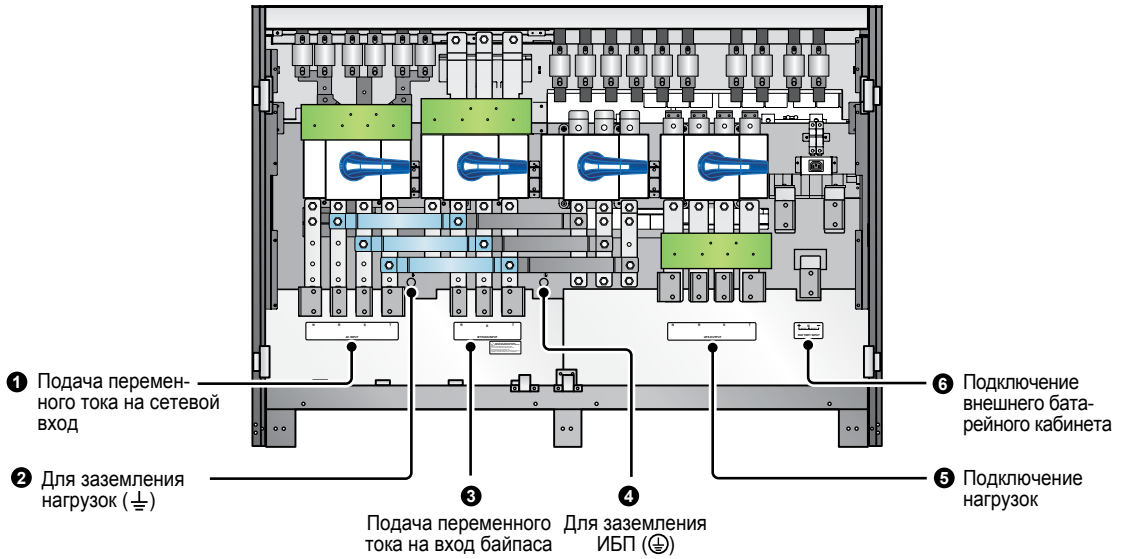

Рис. 5-10. Выводы ИБП
- 1 Откройте переднюю дверцу, снимите панель, закрывающую выводы ИБП, показанные на **Рис. 5-10**.